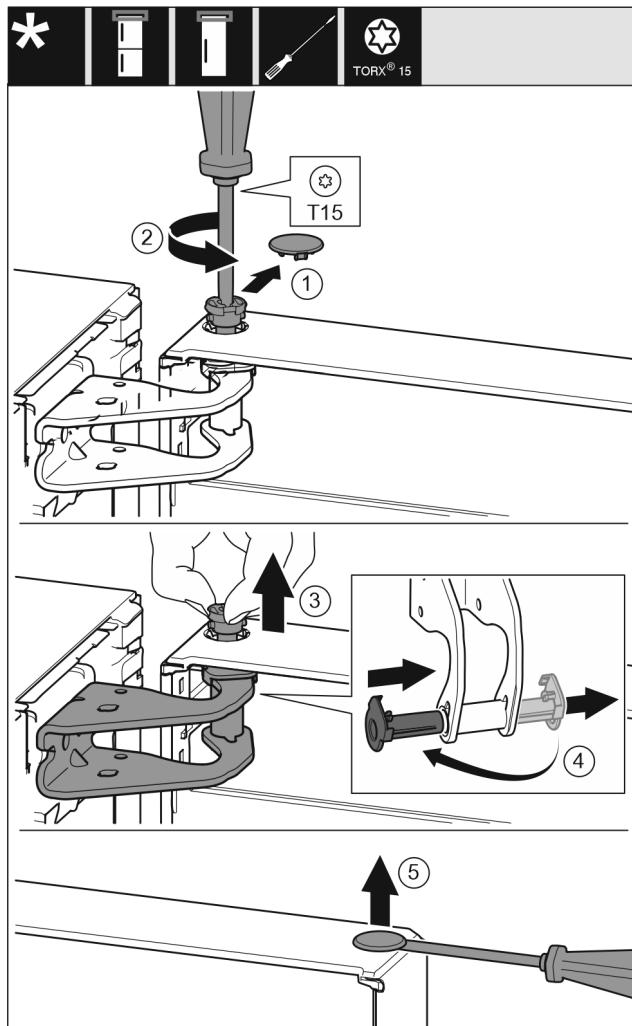

Fig. 7
- Осторожно снимите предохранительную крышку. Fig. 7 (1)
- Немного выкрутите палец отверткой T15. Fig. 7 (2)
- Удерживая дверь, извлеките палец вручную. Fig. 7 (3)
- Опорную втулку вытяните из направляющей. Установите и зафиксируйте с другой стороны. Fig. 7 (4)
- Осторожно приподнимите и извлеките при помощи шлицевой отвертки заглушку из опорной втулки двери. Fig. 7 (5)